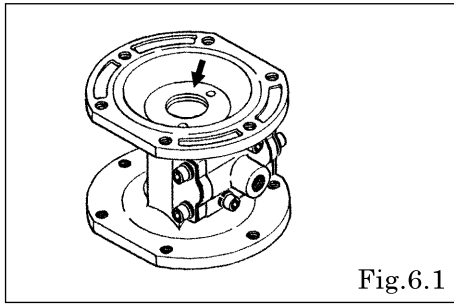

Fig.6.1
- 使用弹性挡圈钳，拆下孔用C型止动环，取下导管衬套、垫片中央连杆。（Fig.6.1）